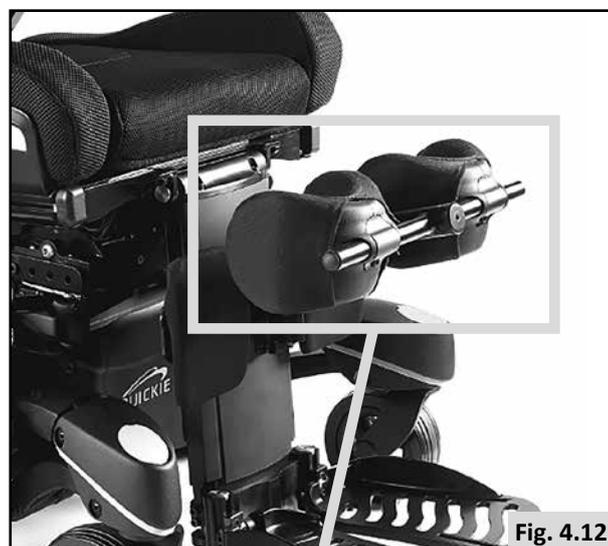

Fig. 4.12
4.4.2 Réglage de la profondeur de l'appui sous-rotulien (Fig. 4.12 - 4.13) :
4.4.3 Réglage de la largeur de l'appui sous-rotulien (Fig. 4.12 - 4.13) :
- Desserrez les vis (E).
- Resserrez les vis (E).
4.4.4 Réglage de la hauteur de l'appui sous-rotulien (Fig. 4.12 - 4.13) :